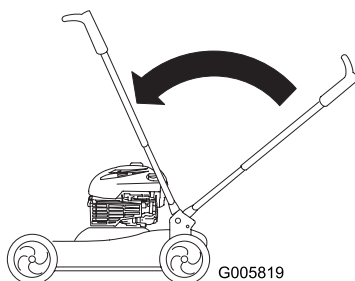

Figure 28
3. Relevez le guidon à la position verticale (Figure 28).